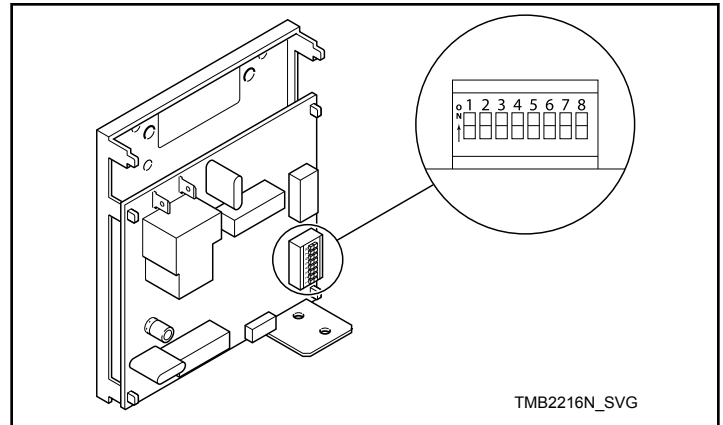

Figura 28
2. Anote as configurações do interruptor DIP do controle da máquina, em seguida coloque todas na posição off (desligado). Consulte a *Figura 28*.